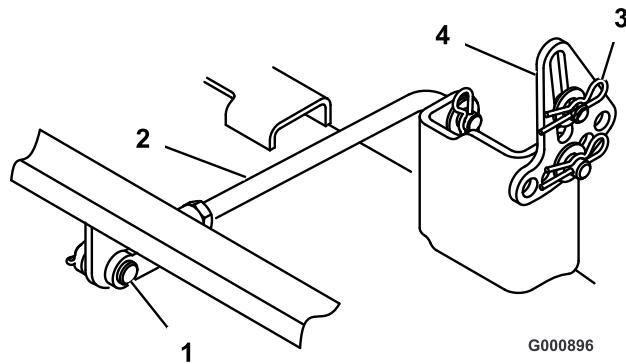

Figure 47
6. Retirez la goupille fendue et l'axe de chape de la tige du tourillon arrière (Figure 47) de chaque côté du plateau de coupe.
7. Retirez la goupille fendue et la rondelle des pattes de mise à niveau (Figure 47) de chaque côté du plateau de coupe. Notez le trou de montage de la patte de mise à niveau en prévision de la repose. Dégarez les pattes de l'axe de montage.
- Fixez le tourillon arrière à la machine à l'aide de l'axe de chape et de la goupille fendue (Figure 47) de chaque côté du plateau de coupe.
- Glissez les pattes de mise à niveau sur les axes de montage et fixez-les à l'aide des rondelles et des goupilles fendues (Figure 47).